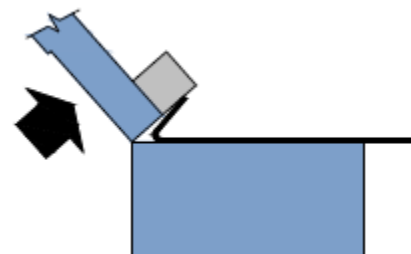

Abbildung 12
2. Entfernen Sie nun den Klemmbalken, führen Sie die Biegewange wieder nach oben und setzen Sie den Biegevorgang entsprechend Abb. 12 fort (kein Einspannen erforderlich).